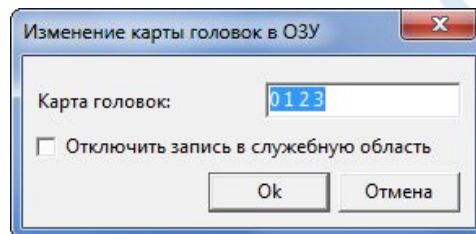

Рис. 8.6.
- ◆ Вызовите функцию «Изменение карты головок в ОЗУ» (Рис. 8.6).